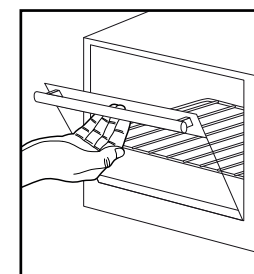

Figure 2
Étape 2 : abaissez prudemment la porte (voyez la figure 2).